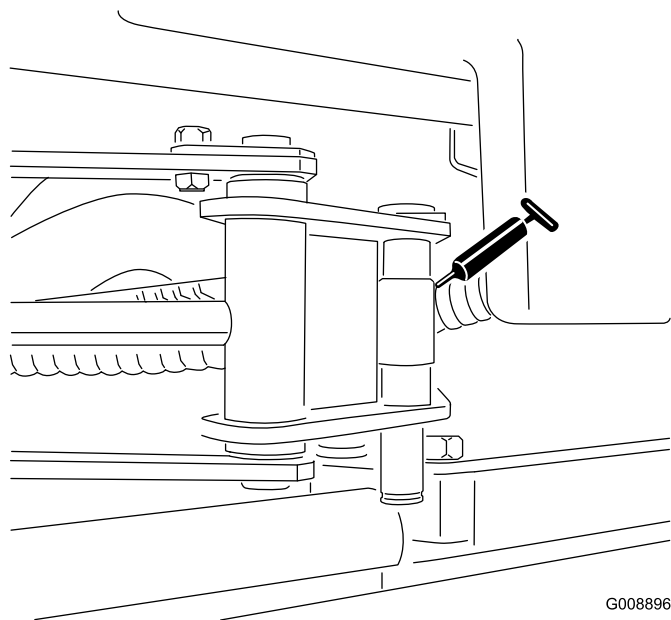

Figure 51
- Extrémités du vérin de SideWinder (2 ; modèle 03171 uniquement) (Figure 51)